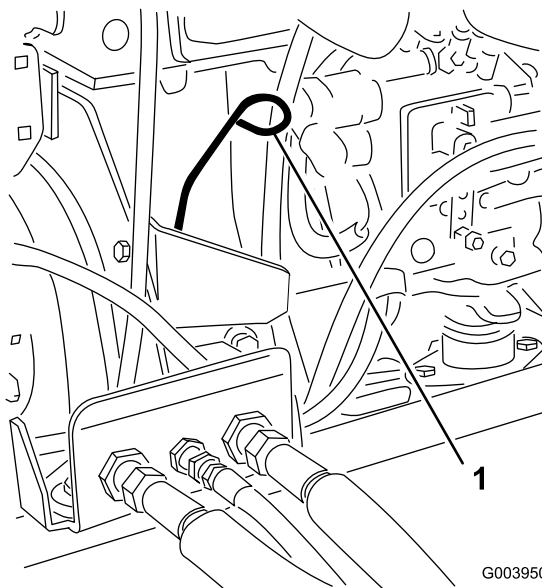

Figura 31
3. Retire a vareta, limpe-a e volte a colocá-la (Figura 31).